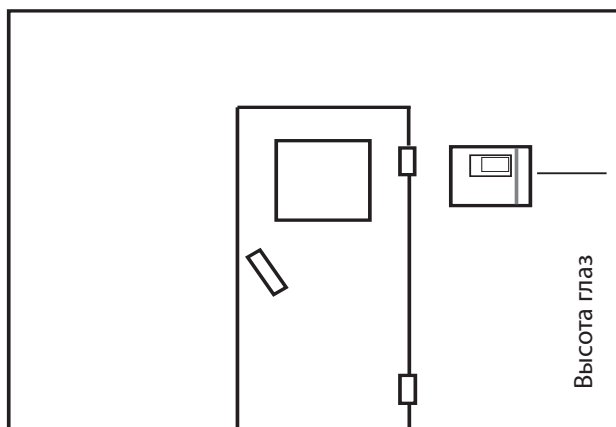

Рис. 3
1. Отверстия  $\varnothing$  3 мм для входящих в объем поставки шурупов 4 x 20 мм размещаются соответственно указанным на рис. 3 + 3.1 размерам.